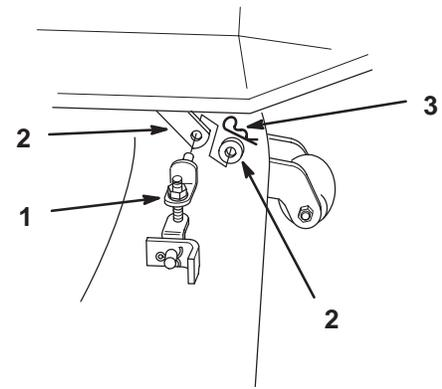

Figure 28
- Enlevez les petites goupilles fendues et les rondelles des biellettes réglables avant, puis déposez-les du bras de relevage avant (Fig. 28).